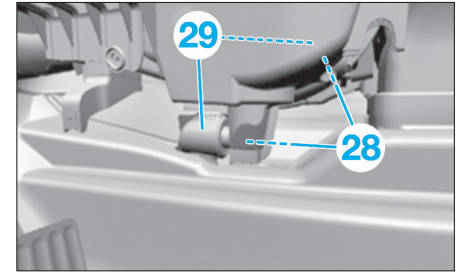

Fig. 27
- Veiller au positionnement correct de la plaque d'étanchéité (19) de sortie de fluide et du caoutchouc de traversée.
- Veiller à la bonne fixation de l'agrafe (30) sur le conduit de chauffage de plancher côté gauche/droit (31) (Fig.27).